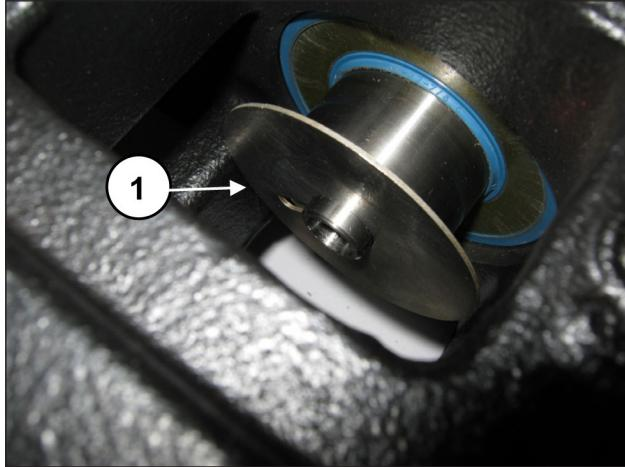

Abb. 180
Montieren Sie die Spritzschutzzringe in die Aufnahme an der Kolbenführung (Pos. ①, Abb. 180).